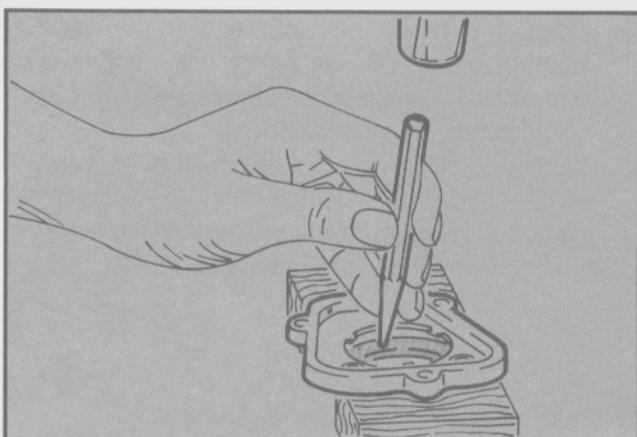

Fig. 118 - Extracción del retén del eje auxiliar
- Quitar el retén de la tapa delantera del eje auxiliar, utilizando un punzón adecuado (Fig. 118).